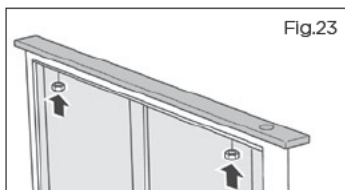

Fig.23
- Raccordez la garniture supérieure à l'unité d'aspiration descendante en vissant les écrous de  $\frac{3}{32}$  po (7 mm) sur les vis de la garniture supérieure (Fig.23).